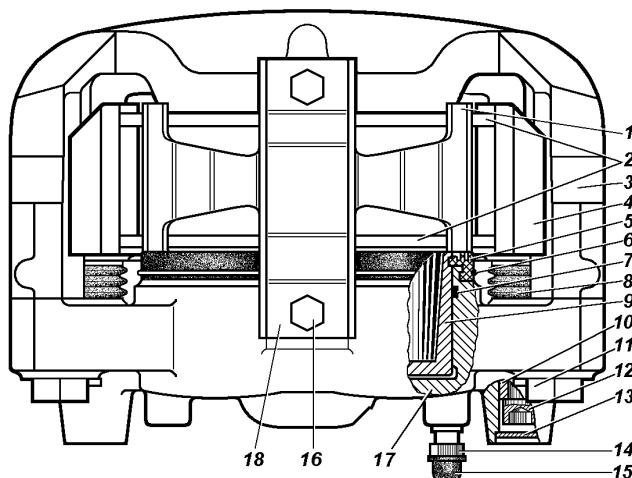

Рис. 9.57. Передние дисковые тормоза:
**Дисковые тормозные механизмы передних колес.** Для осмотра тормозных колодок 2 (рис. 9.57) установите автомобиль на горизонтальной площадке, затормозите стояночным тормозом и снимите колесо. Осмотр колодок проводите через окно в суппорте 4. Если фрикционные накладки износились до толщины 1,5-2,0 мм, то замените колодки новыми. Замену производите на обоих передних колесах.